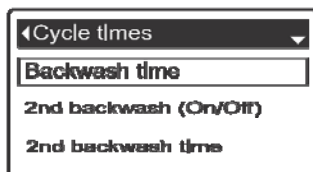

РИС. 62
5. Нажать кнопку ВЫБОР (O) для отображения меню **Время циклов** (См. Рисунок 62).
7. Нажать кнопку ВЫБОР (O) для отображения желаемого информационного экрана (См. Рисунки 63-66).
9. Нажать кнопку ВЫБРАТЬ (O). Дисплей вернется обратно в меню **Время циклов** (Рисунок 62).